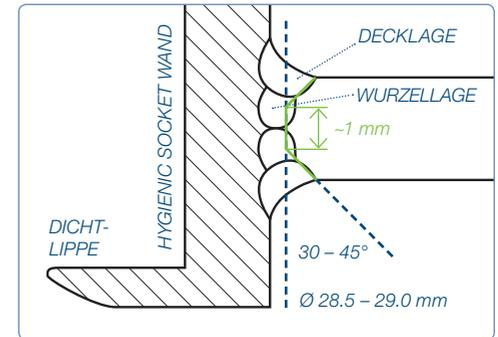

Bild 1
4. Vorbereitung der Einschweissbohrung gemäss Bild 1 (Doppel-HV- oder K-Naht):